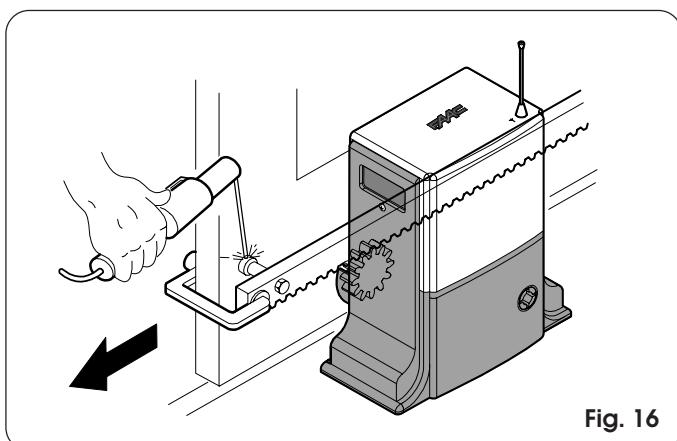

Fig. 16
- 3) Leg het eerste stuk van de tandheugel vlak op de pignon, en las de pal met schroefdraad op de poort zoals aangegeven op fig. 16.